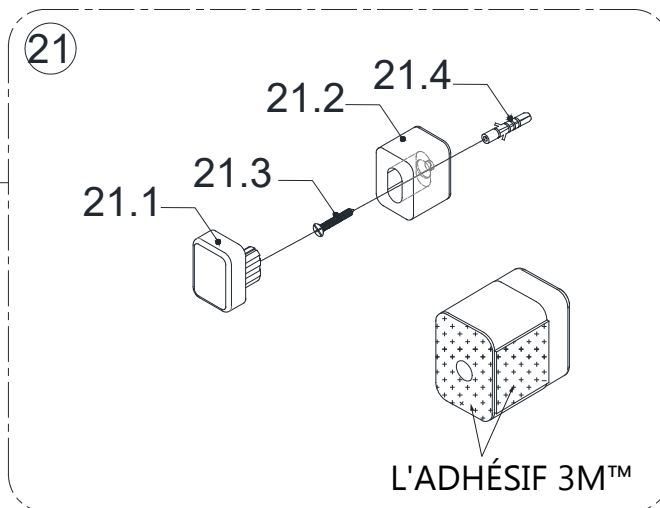

Fig 23
20. Option de Butoir 1: Installez le **Butoir (N° 21)** **uniquement avec le ruban 3M (sans vis)**. Montez à sec le **Butoir (N° 21)** sur le seuil bien ajusté contre le mur et la fixation murale du côté du panneau fixe de l'installation. (**Pour le modèle de 72 po (1 829 mm)**: Ce sera du côté de l'ouverture avec le grand panneau fixe). Retirez la pellicule protectrice de l'**adhésif 3M** et positionnez le **Butoir (N° 21)** sur le seuil. (**Fig 23 et Fig 24**)